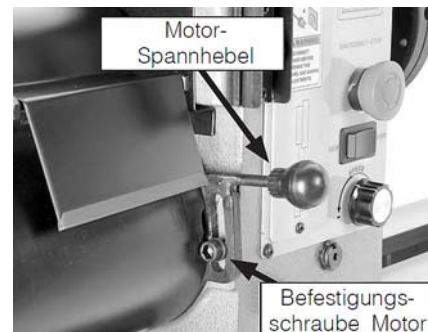

Abb. 11: Motorbefestigungsschraube lösen
Schritt 3: Motorbefestigungsschraube (Abb.11) lösen.
Schritt 5: Motorbefestigungsschraube (Abb.11) festziehen.
Schritt 7: Motorbefestigungsschraube (Abb.11) lösen.
Schritt 9: Motorbefestigungsschraube (Abb.11) festziehen.